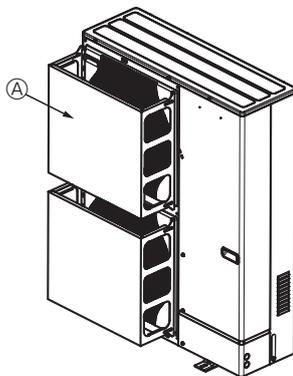

Fig. 2-4
- ② Namestite izbirni zaščitni usmerjevalnik zraka, če bo enota nameščena na mestu, kjer obstaja možnost, da močni vetrovi vstopijo v izstopno odprtino za zrak. (Fig. 2-4)